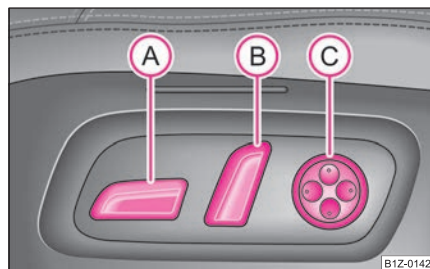

Fig. 60 Imagine din lateral: Elementele de comandă pentru reglarea scaunului
- Apăsați comutatorul ① sau ② ⇒ fig. 60 în sensul în care doriți să faceți reglajul.
- Pentru a mări arcuirea suportului lombar, apăsați comutatorul ③ în față ⇒ fig. 60.
- Pentru a micșora arcuirea suportului lombar, apăsați comutatorul ③ în spate.
- Pentru a regla arcuirea suportului lombar în sus, apăsați comutatorul ④ în sus.
- Pentru a regla arcuirea suportului lombar în jos, apăsați comutatorul ④ în jos.